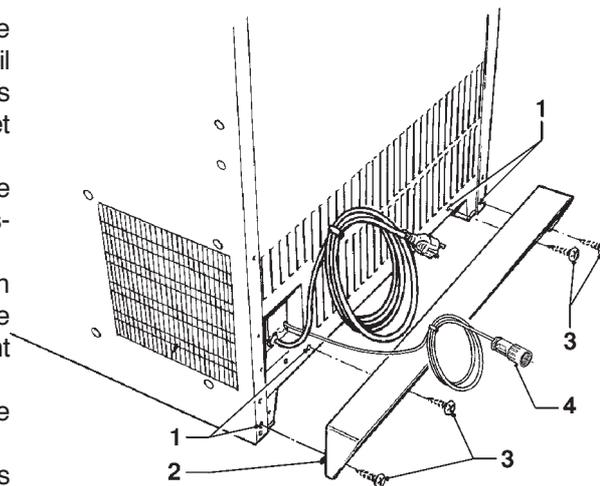

Fig. 2
Si cette condition ne peut être assurée, il sera nécessaire de monter l'entretoise (2) fournie avec l'appareil afin de garantir la distance minimum à partir de la paroi (voir fig. 2).